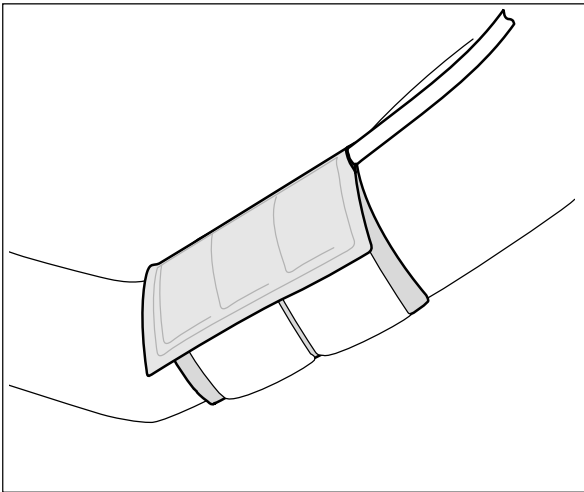

Fig. 4-1 Mise en place du brassard
- le tube de raccordement soit dirigé vers le haut, vers l'épaule (Fig. 4-1)